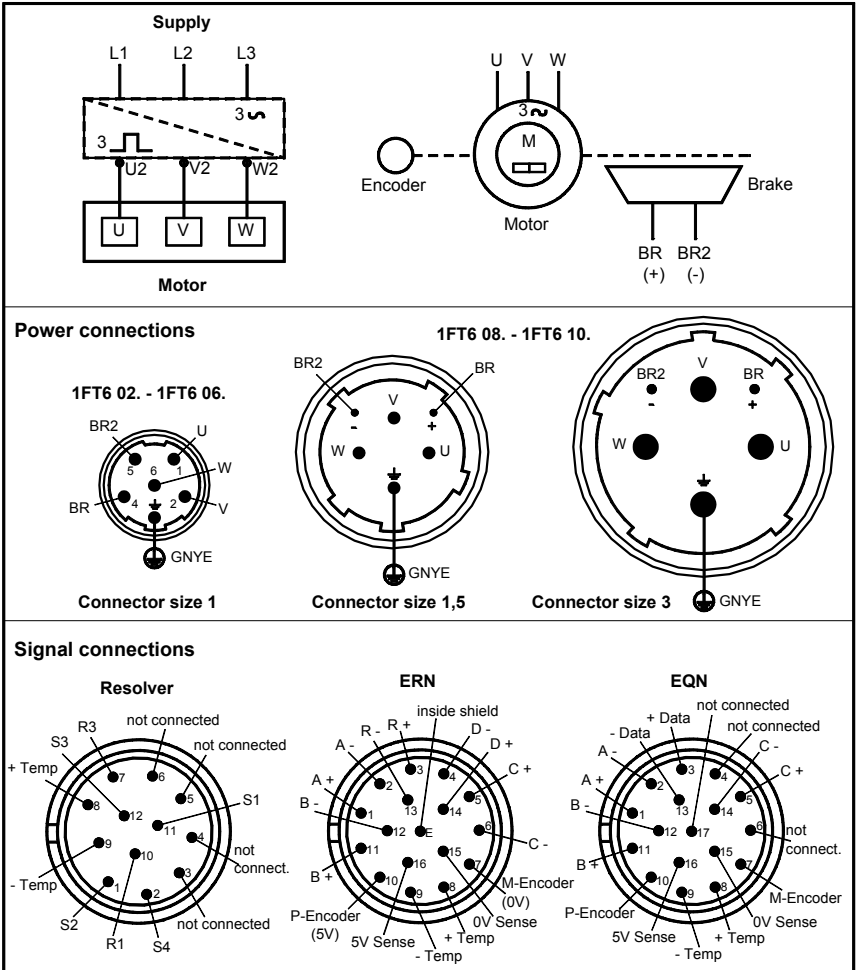
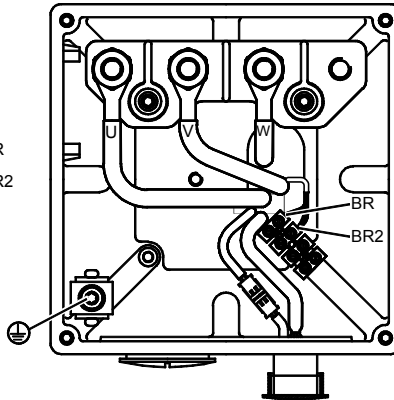

Fig. 6 Kopplingar
Fig. 8 Uttagslåda
- Beakta uppgifterna på typskylten (kap. 3. 1) och uppgifterna på kopplingsbilderna (Fig. 6).
2. Montera kontakter enligt Fig. 6, anslut skyddsledare.
3. Anslut broms genom effektkontakt enligt Fig. 6.
2. Montera kontakter enligt Fig. 6.
1. Klämmornas placering i uttagslådan enligt Fig. 8, anslut skyddsledare.
- Anslutning av bromsar via effektkontakt (Fig. 6) eller uttagslåda (Fig. 8).
För att göra detta lägg på 24 V DC $\pm 10\%$ på pins BR, BR2 (Fig. 6, Fig. 8) och se om rotorn löper fritt (inga släpljud).